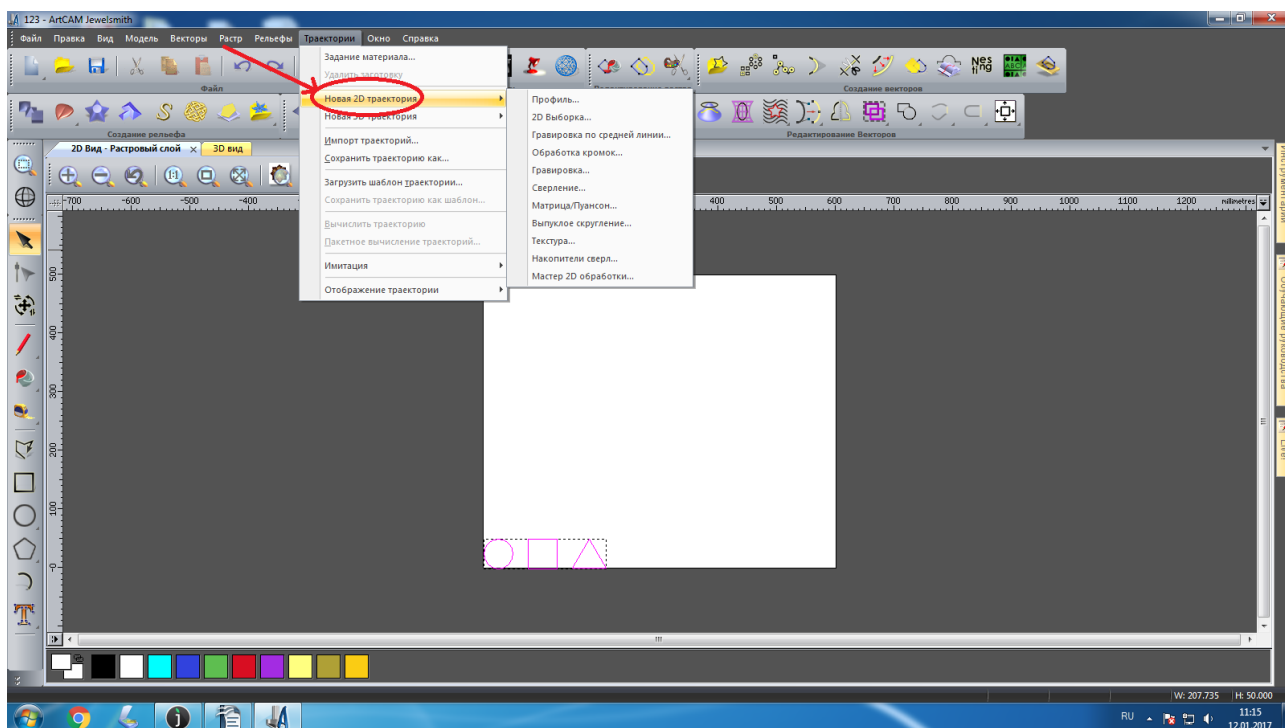

Рисунок 34. «Новая 2D траектория»
36. Выберите пункт «Новая 2D траектория», рисунок 34